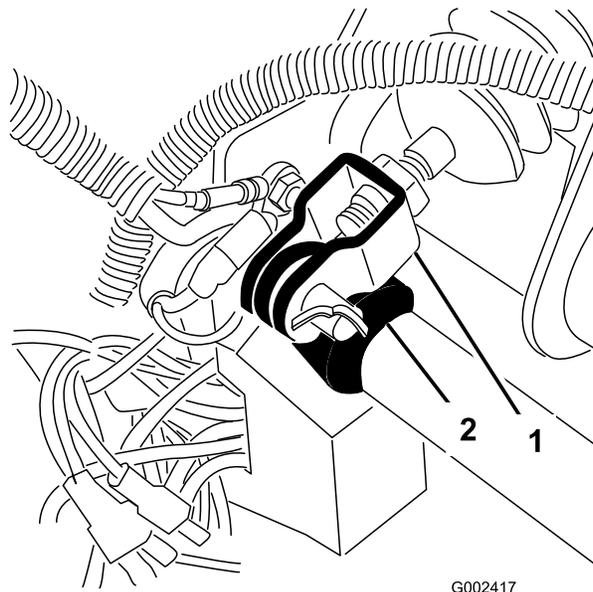

Рисунок 64
1. Снимите шплинт и шплинтуемый штифт, которые крепят вилку главного тормозного цилиндра к оси педали тормоза (Рисунок 64).